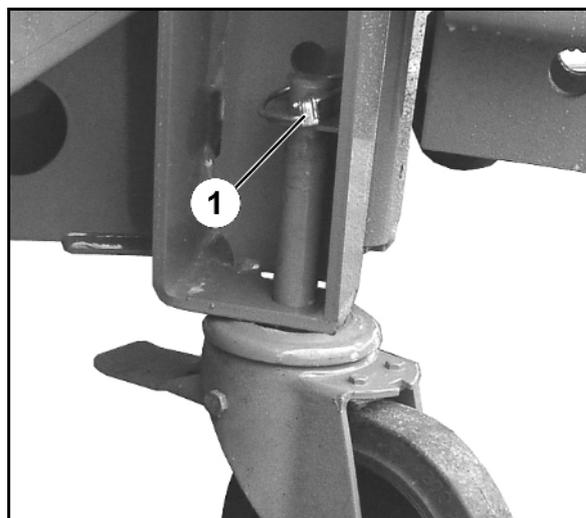

図 38
5. 前側の可動ブレーキホイール (図 38) を
- 取り付け、リンチピン (図 38/1) で固定します。